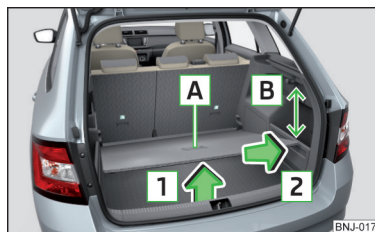

Abb. 103 Variablen Ladeboden herausnehmen
- Den variablen Ladeboden am Griff **A** in Pfeilrichtung **1** anheben, sodass sich dessen hinterer Bereich etwa 15 cm **B** unterhalb der Kante der aufrollbaren Abdeckung befindet » Abb. 103.
- Den variablen Ladeboden am Griff **A** » Abb. 103 fassen.
Beim Herausnehmen/Einsetzen des variablen Ladebodens ist der Abstand von 15 cm **B** » Abb. 103 unterhalb der Kante der aufrollbaren Abdeckung einzuhalten - anderenfalls besteht die Gefahr einer Beschädigung der Gepäckraumklappendichtung.